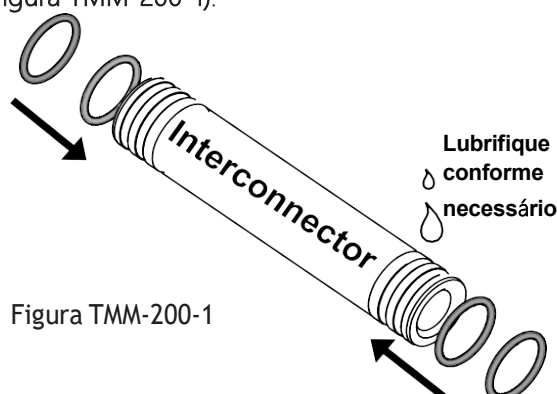

Figura TMM-200-1
3. Se necessário, monte os interconectores com os O-rings cuidadosamente para evitar arranhões. Use glicerina para lubrificar. Mantenha os interconectores montados em um local limpo até a inserção nos tubos de permeado (Figura TMM-200-1).